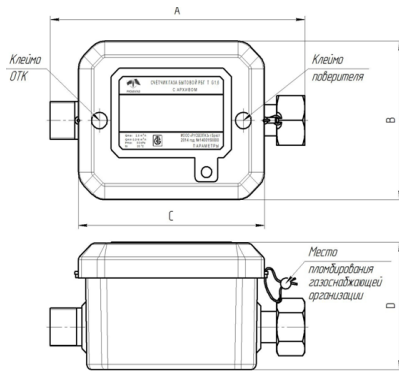

Рисунок 1
Внешний вид, размеры, вес (max) (см. рис.1).
- опломбировать монтажную гайку пломбой, закрепленной на проволоке (см. рис.1).